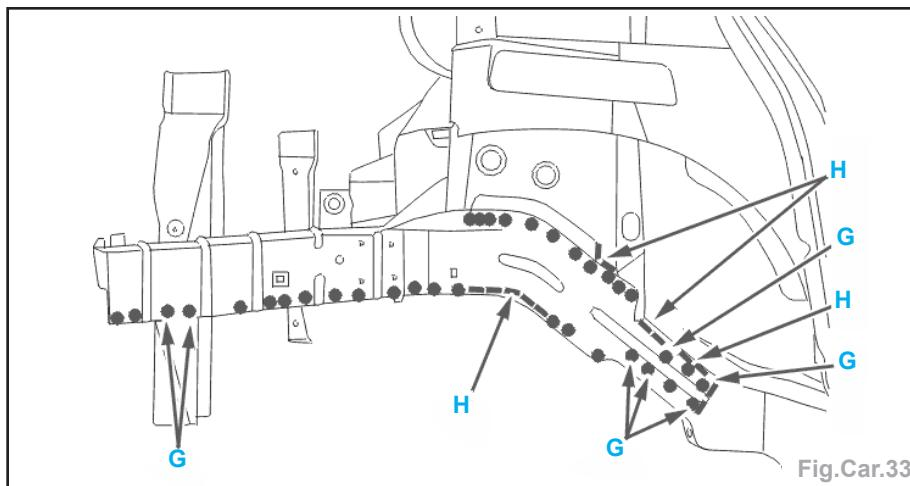

Fig.Car.33
- Souder par cordons MIG (suivant F), poser la fermeture de brancard (Fig.Car.33).